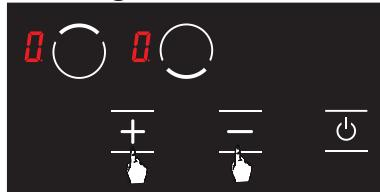

Abbildung 7
3. Kochstufe der jeweiligen Kochplatte kann mit Hilfe der + und - Tasten zwischen 1-9 oder je nach Herdoption zwischen ⚡-9 eingestellt werden. (siehe Abb. 7)